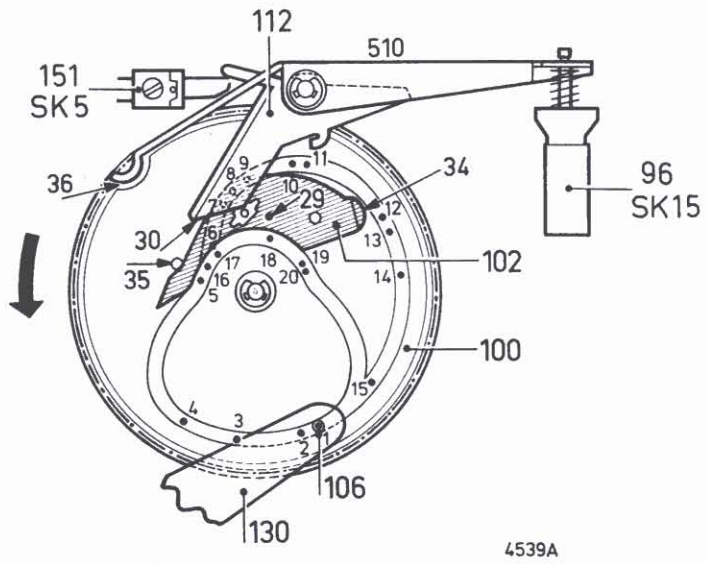
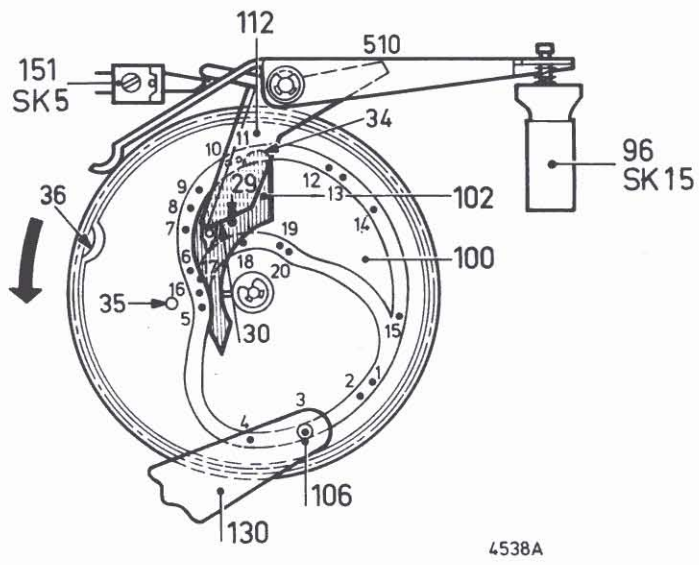
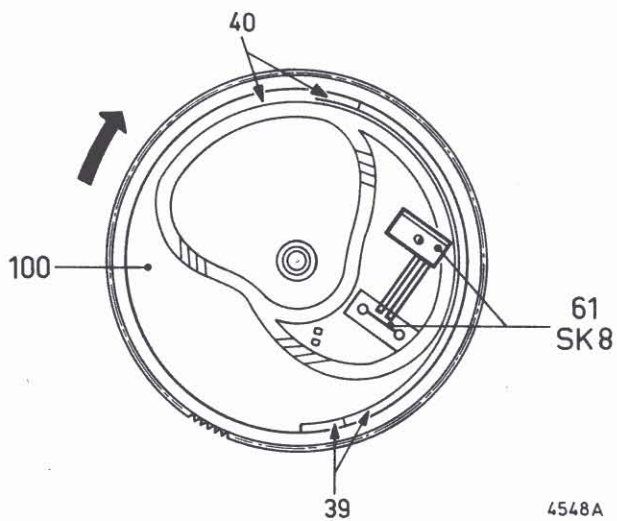

Fig. 1
Fig. 2
Fig. 3
Omdat relais L1 (86) even bekrachtigd werd, kwamen de beugels 97 en 112 vrij. Beugel 112 neemt een zodanige stand aan, dat zijde 30 van beugel 112 tijdens het draaien van kommandoschijf 100 tegen as 29 van stuurplaat 102 zal komen en deze zal omklappen. Fig. 1 toont de uitgangssituatie van de kommandoschijf 100 met stuurplaat 102, waarbij SK5 (151) open is, beugel 510 in zijn uitgangssituatie staat en pen 106 van kommandobeugel 130 eveneens. Fig. 2 toont de situatie na bekrachtiging van relais L1 (86) waarbij SK5 (151) gesloten is, stuurplaat 102 reeds is omgeklapt, beugel 510 een bepaalde stand heeft aangenomen en pen 106 van kommandobeugel 130 reeds in stand 3 van de baan in de kommandoschijf staat. Hieronder volgt een opsomming van de kommando's, die de kommandoschijf tijdens de opzetcyclus zal geven. In de opzetbaan van de kommandoschijf zijn de standen 1-15 aangegeven, die pen 106 voor de opzetcyclus gaat volgen. Fig. 3 toont de situatie van de onderzijde van de kommandoschijf.
1. Pen 106 van kommandobeugel 130 staat in zijn uitgangssituatie (fig. 1)
2. Beugel 510 komt uit inkeping 36 van kommandoschijf 100. Deze beugel 510 bediend SK15 (96), zodat deze gesloten wordt (fig. 1, 2 en 4)
3. Stuurplaat 102 wordt omgeklapt door zijde 30 van beugel 112 (fig. 1, 2 en 4).
5. Aanslagbeugel 53 gaat omhoog door as 33 van aanslagbeugel 53, welke over verhoging 39 van onderzijde kommandoschijf 100 loopt (fig. 2, 3 en 4). P.U. arm 165 in uiterste buitenste stand
12. Aanslagbeugel 53 gaat weer omlaag via een verlaging op onderzijde kommandoschijf 100 (fig. 3, 4).
SK5 (151) gaat weer open (fig. 2)
2. Beugel 510 komt uit inkeping 36 van de kommandoschijf 100. Deze beugel 510 bediend SK15 (96), zodat deze gesloten wordt (fig. 2). Voor doel SK15 (96) zie punt 2 van start opzetcyclus. Kommandobeugel 130 met friktieplaat 32 wordt geheven (fig. 4).
5. Aanslagbeugel 53 gaat omhoog door as 33 van aanslagbeugel 53, welke over verhoging 39 van onderzijde kommandoschijf 100 loopt (fig. 3, 4). Deze heeft geen functie bij de stopcyclus.